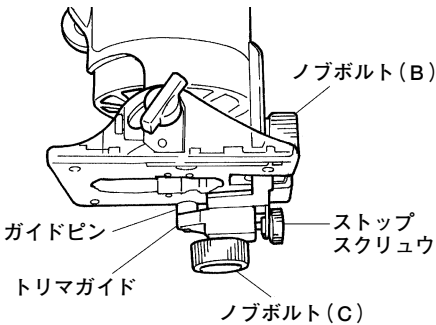

図 12
- (1) トリマガイドをノブボルト (B) によりベースに取付けます。(図 12)
- (2) トリマガイドの上下調節はノブボルト (B) をゆるめて移動します。
- (3) ガイドピンの調整はノブボルト (C) をゆるめ、ストップスクリューを回転させて行ないます。(図 12)